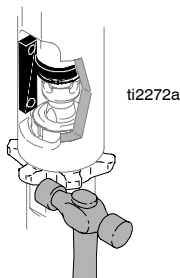

Fig. 13
6. Fig. 13. Loosen jam nut. Unscrew pump.